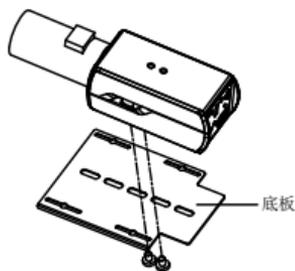
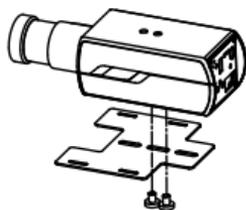

图2-26 固定到红外护罩底板
图2-27 固定到加热护罩底板
4. **固定到底板：**取出护罩中的固定底板，用螺丝将网络摄像机固定于底板上，红外护罩如图 2-26 所示，加热护罩如图 2-27 所示。